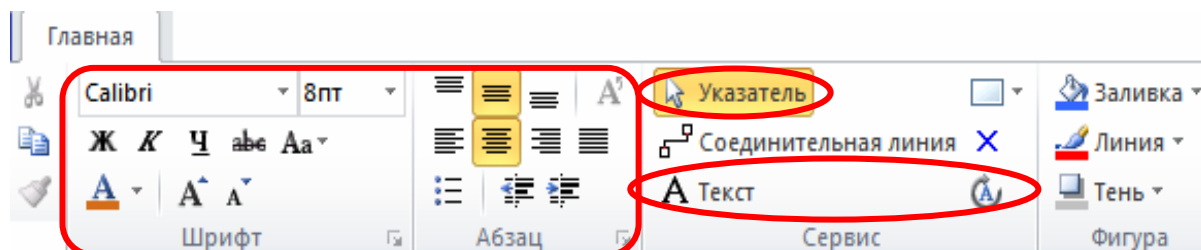
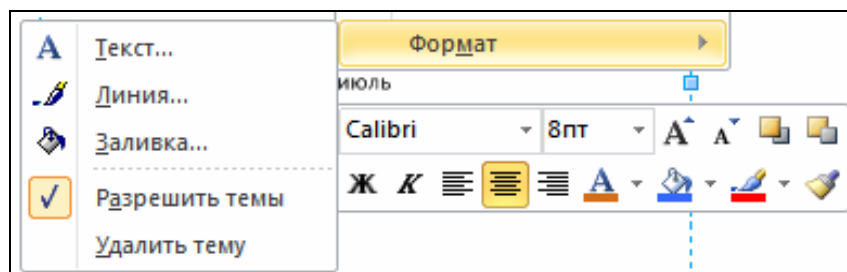

Рис. 1.20. Інструменти роботи з фігурами і текстом
Рис. 1.21. Міні-панель інструментів форматування
Для додавання на лист необхідної фігури (чи, інакше, шейпа) треба на панелі трафаретів *Фигури* обрати трафарет, у ньому – потрібний елемент (він називається майстер-шейп) і перетягнути його на лист. У процесі роботи з фігурою має бути включений режим  *Указатель* (рис. 1.20).
Для розміщення тексту всередині фігури (так званий впроваджений текст) необхідно виділити її та обрати на вкладці стрічки *Главная* кнопку  *Текст* (або просто двічі клацнути на фігурі мишею) і набрати текст. Той же інструмент (див. рис. 1.20) призначений і для редагування тексту. Для роботи з фігурою в цілому потім потрібно знову обрати інструмент  *Указатель*.
Місце розташування текстового блоку можна міняти, перетягуючи його при включеному інструменті  *Блок текста* на вкладці стрічки *Главная* (див. рис. 1.20).
- кнопки на вкладці стрічки *Главная* (розділи *Шрифт*, *Абзац* – див. рис. 1.20);
- міні-панель форматування (рис. 1.21);
Окрім форматування тексту, в контекстному меню фігури (див. рис. 1.21) є команда *Формат / Линия*: вона дозволяє змінювати товщину, колір, закінчення ліній. Команда контекстного меню фігури *Формат / Заливка* – заливку, штрихування, тінь тощо. Ці дії можна виконати і за допомогою кнопок стрічки на вкладці *Главная* (розділ *Фигура* – див. рис. 1.20).
9. Відформатуємо елементи діаграми. Для зміни часто вживаних опцій форматування (тексту, заливки, ліній) можна використовувати кнопки на вкладці стрічки *Главная* і команду *Формат* контекстного меню (див. рис. 1.21). Наприклад, змінимо вирівнювання і кегль написів, колір заливки фігури, товщину і вид ліній.